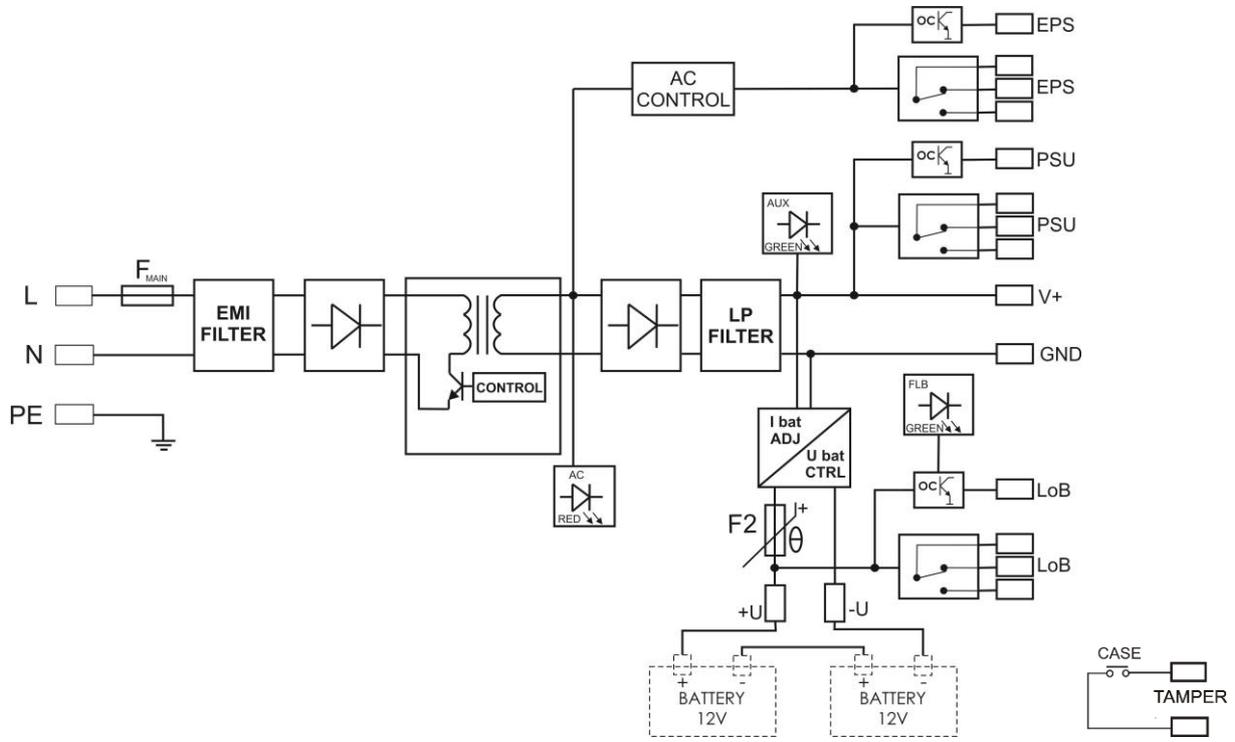

Abb. 1. Blockschaltbild des Netzteils.
**1.2 Blockschaltbild (Abb. 1)**